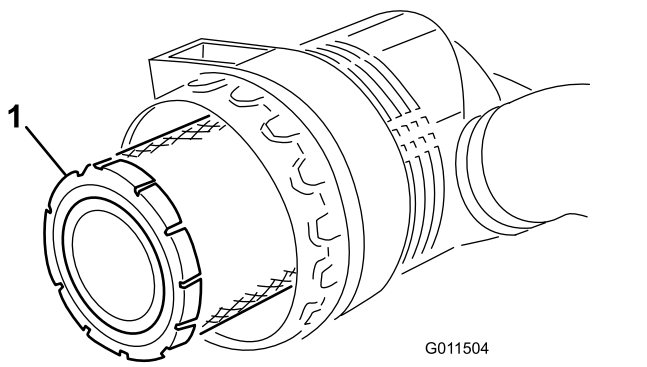

Figura 86
5. Togliete il filtro primario e sostituitelo (Figura 86).